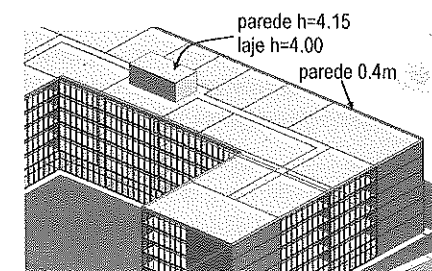

Figura A.95 – Pavimento da cobertura completo.
6. O pavimento da cobertura precisa de algumas alterações, pois foi criado somente para instalações do edifício. Para completar o pavimento da cobertura com a vista da cobertura ativa, vamos criar uma parede para platibanda com 0,40 de altura e do tipo **Tijolo 20**, outra parede na mesma posição das paredes do pavimento tipo para caixa-d'água com 4,15 m de altura e uma laje para cobertura dessas paredes. Veja a Figura A.95.